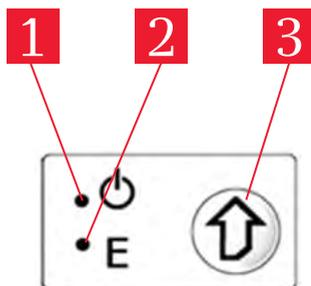

Рисунок 2
3. Панель управления (смотрите рисунок 2).